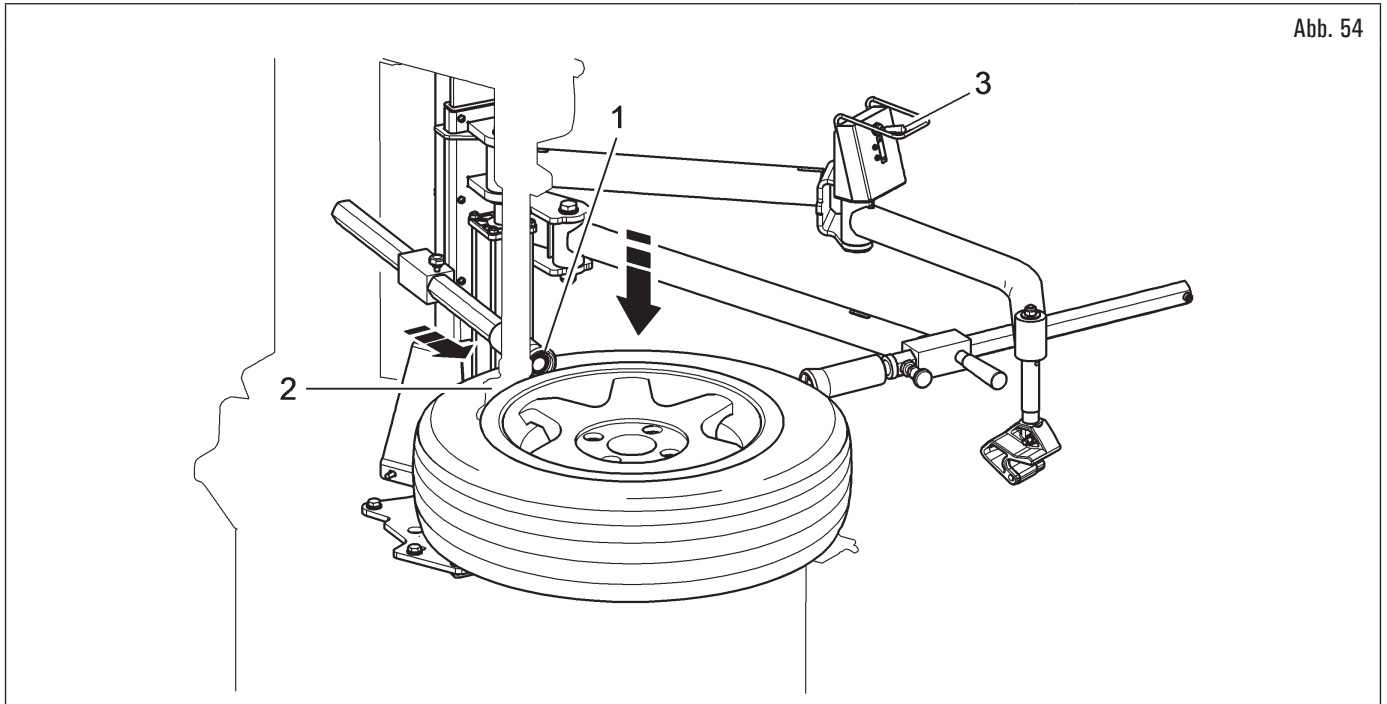

Abb. 54
1. die Wulstabdrückerrolle (Abb. 54 Pkt. 1), wie auf Abbildung dargestellt ist, in der Nähe des Werkzeugkopfes (Abb. 54 Pkt. 2) ansetzen. Den Reifen durch die Wulstabdrückerrolle (Abb. 54 Pkt. 1) herunterlassen (durch Senken des Hebels des Antriebsatz (Abb. 54 Pkt. 3)), um eine einfache Positionierung des Werkzeugs auf den Felgenreand (Abb. 54 Pkt. 2) zu erlauben. Blockieren Sie dann den Werkzeugkopf;